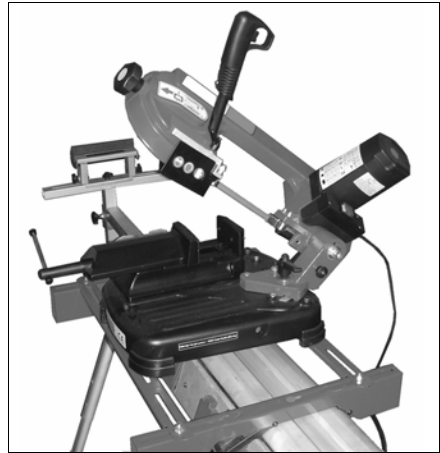

Fig. 18
- REMARQUES : les figures 17 et 18 montrent à caractère d'exemple deux configurations différentes de l'établi : la figure 17 montre l'établi sur lequel une trancheuse à disque a été montée alors que la figure 18 montre l'établi avec une scie à ruban.